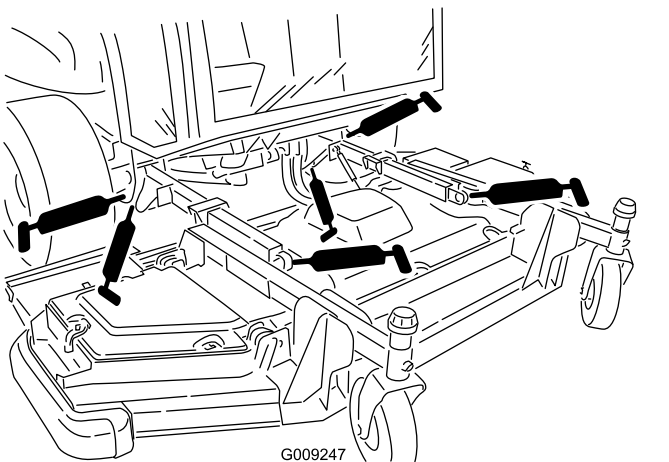

Bild 73
- 2 Hubarmbüchsen (Bild 73)
- Zwei Hubarm-Kugelgelenke (Bild 73)
- Zwei Frontmähwerk-Hubzylinderdrehzapfen (Bild 73)